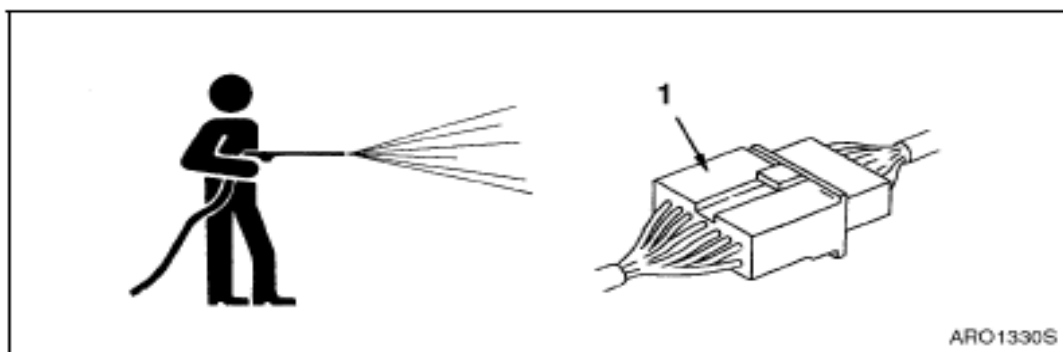

Figura 29
- No rocíe agua directamente sobre los componentes eléctricos (sensores, conector) (1, Figura 29). Si se introduce agua en el sistema eléctrico se corre el riesgo de que cause una operación.